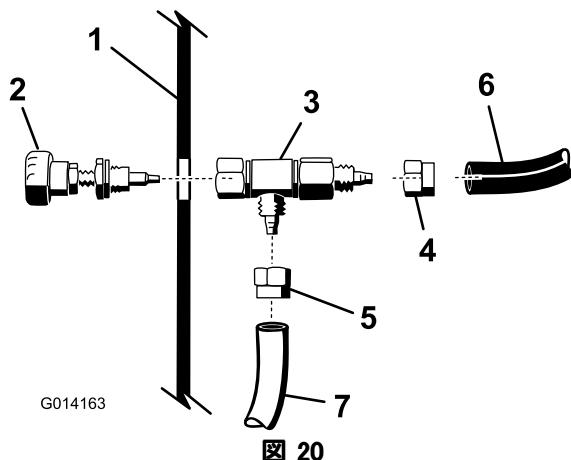

図 20
- 図 20 のようにして、ノブ・アセンブリをフィッティングに固定しているナットをゆるめる。
- 泡ホースからダッシュボード下までできる青色と透明のチューブを、図 20 のように制御バルブに接続する。